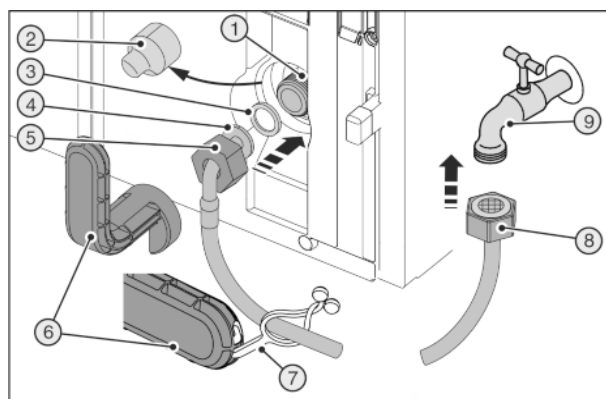
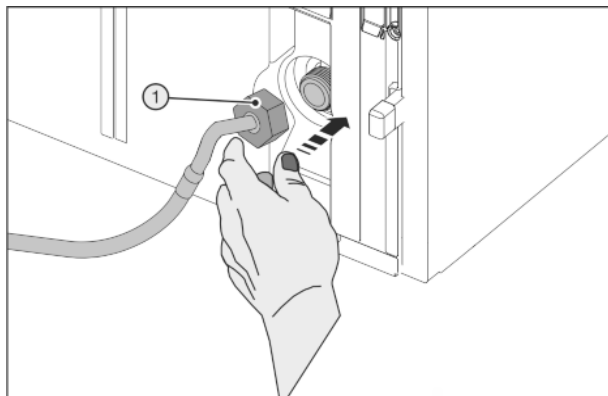

Fig. 28
Fig. 29
Unealtă auxiliară Fig. 28 (6) ruptă !
- ▶ Utilizați unealta auxiliară Fig. 28 (6) numai la temperatura încăperii.
- ▶ Îndepărtați capacul Fig. 28 (2).
- ▶ Montare simplificată: Așezați capătul drept al furtunului Fig. 28 (8) spre stânga pe podea.
- ▶ Împingeți piulița Fig. 28 (5) până la capăt peste capătul cotit al furtunului Fig. 28 (4) și țineți-o ferm.
- ▶ Umeziți garnitura Fig. 28 (3) și presați-o în piuliță Fig. 28 (5).
- ▷ Garnitura Fig. 28 (3) este așezată plan și oarecum fixată.
► Aplicați piulița Fig. 29 (1) cu atenție și înșurubați-o drept pe filet cu două degete, până la obținerea unei poziții stabile.
► Strângeți piulița Fig. 29 (1) în sens orar cu unealta auxiliară Fig. 28 (6), până când se atinge cuplul maxim și unealta auxiliară Fig. 28 (6) se rotește în gol.
► Înșurubați piulița Fig. 28 (8) pe robinetul de închidere Fig. 28 (9).
► Strângeți piulița Fig. 28 (8) în sens orar cu unealta auxiliară Fig. 28 (6), până când se atinge cuplul maxim și unealta auxiliară Fig. 28 (6) se rotește în gol.
► Deschideți robinetul de închidere Fig. 28 (9) a alimentării cu apă și verificați etanșeitarea întregului sistem de alimentare cu apă.
► Agățați eclisa Fig. 28 (7) în unealta auxiliară Fig. 28 (6) și fixați-o la furtunul din oțel inoxidabil pentru păstrare.